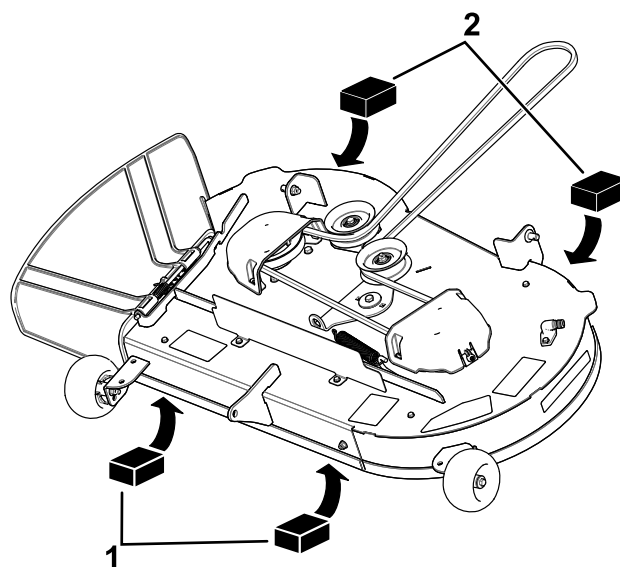

Figuur 70
5. Meet de afstand tussen de rand van het voorste mes en het horizontale oppervlak, en de afstand tussen de rand van het achterste mes en het horizontale oppervlak (Figuur 69 of Figuur 70).